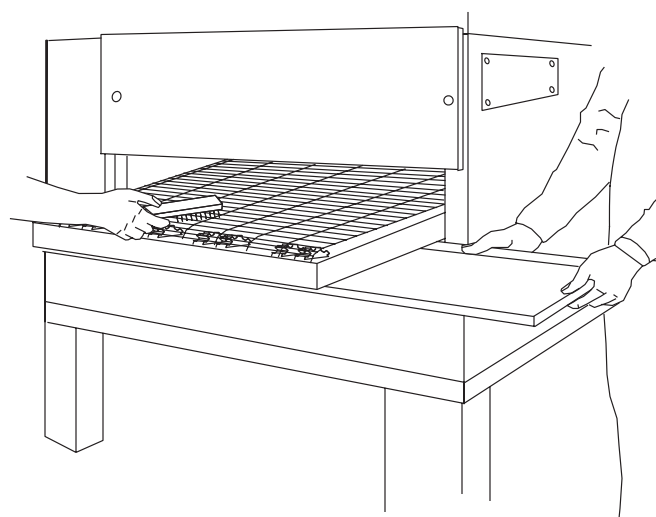

Abbildung 4-2. Reinigung von Förderband und Krümeltablets
C. Förderband (Abbildung 4-2)
D. Krümeltablets (Abbildung 4-2)
Ziehen Sie die Krümeltablets an jeder Ofenseite heraus, sowie in Abbildung 4-2 dargestellt wird, und reinigen Sie sie. Nach der Reinigung, führen Sie die Krümeltablets wieder herein.
1. Ziehen Sie die Krümletablets heraus, sowie in Abbildung 4-2 dargestellt wird.